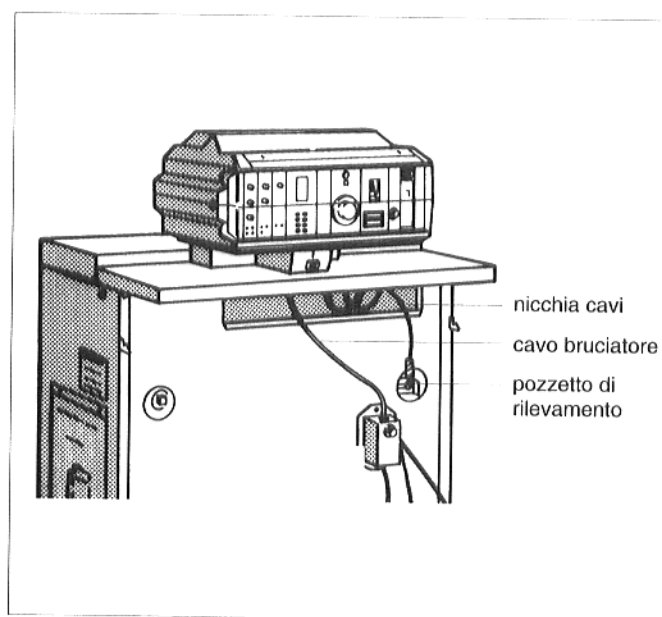

Fig. 8: Lato anteriore
- Srotolare i capillari e, con regolazione «Ecomatic», il cavo della sonda termica, quanto basta per arrivare al pozzetto di rilevamento (Fig. 8).
- Condurre il cavo del bruciatore (Fig. 8) all'apparecchio di regolazione facendolo passare attraverso la nicchia passacavi e l'apertura nel coperchio caldaia anteriore. Effettuare i collegamenti a spinotti come da schema.